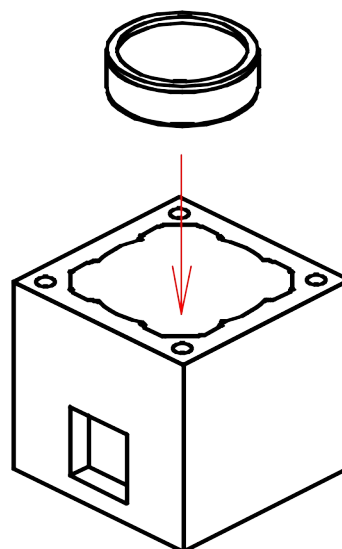

Рис.4
- Установите внешний блок на фундамент на клей ISOTOR. Выровняйте блок при помощи строительного уровня и установите емкость для сбора золы в центре блока. Рис.4